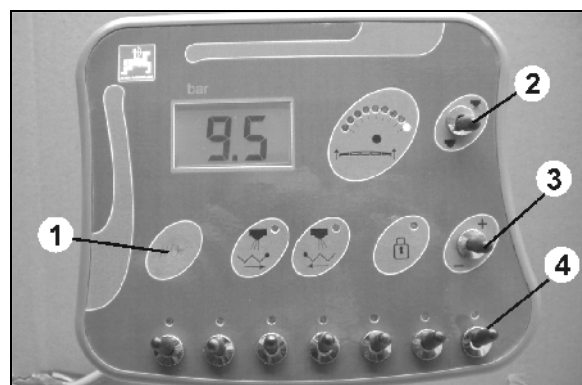

Рис. 2
3.  включите **AMASET⁺** (Рис. 2/1).
6.  (Рис. 2/3) **+** / **-** нажимайте столько, пока на дисплее не появится индикация давления 4 бара.